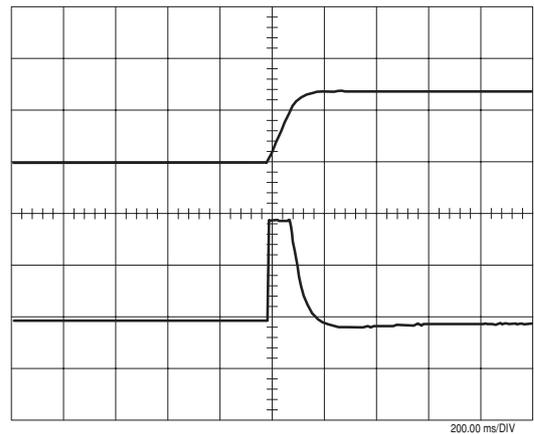

Figura 1.3.4.18: Arriba: Velocidad del motor, abajo: corriente de par. **Rotor resistance** ajustado de manera correcta
- Si el valor de **Rotor resistance** no es correcto pueden verificarse oscilaciones de velocidad tal como se indica en la figura 1.3.4.17.
- Cambiar el valor hasta determinar el comportamiento indicado en la figura 1.3.4.18.
Figura 1.3.4.17: Arriba: Velocidad del motor, abajo: corriente de par. El valor de **Rotor resistance** no es correcto. Modificarlo de manera que el comportamiento corresponda a la figura 1.3.4.18